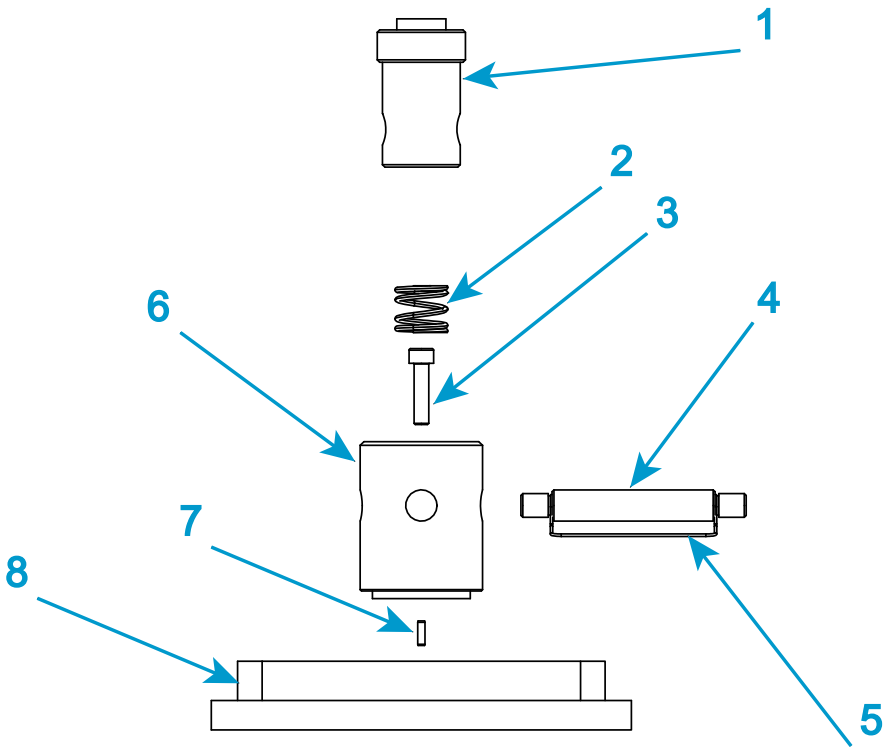

图 18.D 型底座联接头
图标 图 18
1. 图 18 中仅一个方旋转销钉可见，因为第二个销钉在其后面直接对齐。